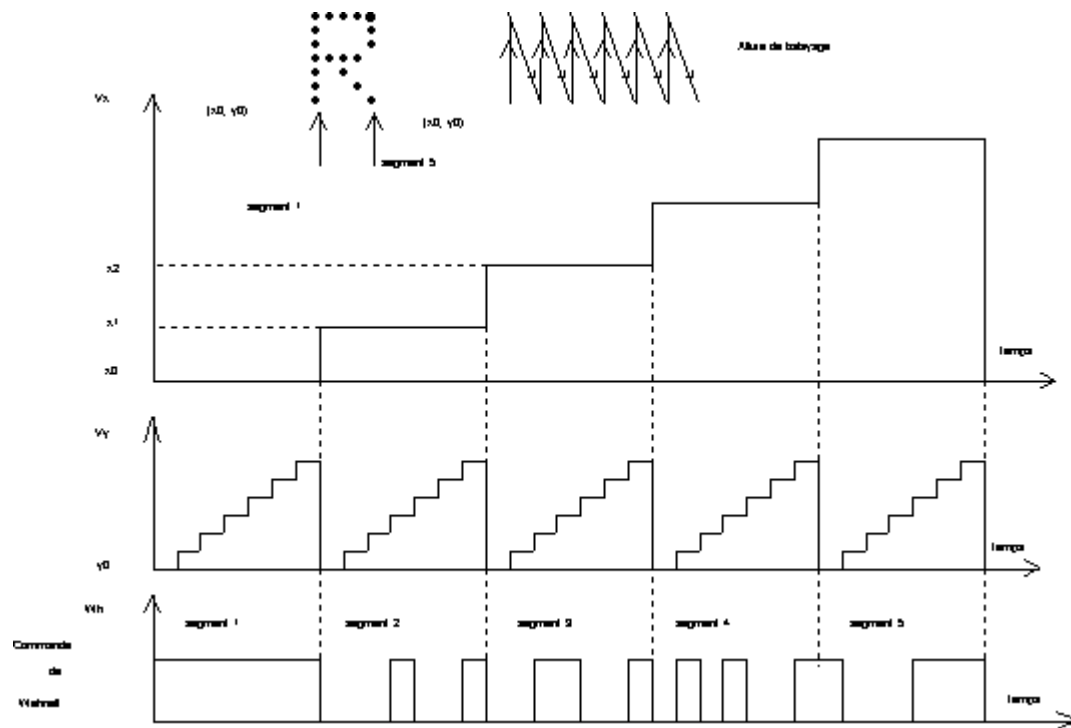

Figure 38: Séquence de la visualisation de la lettre "R" sur TRC
37. Pour expliquer le fonctionnement de ce système, nous allons analyser la séquence d'inscription de la lettre R (figure 38).